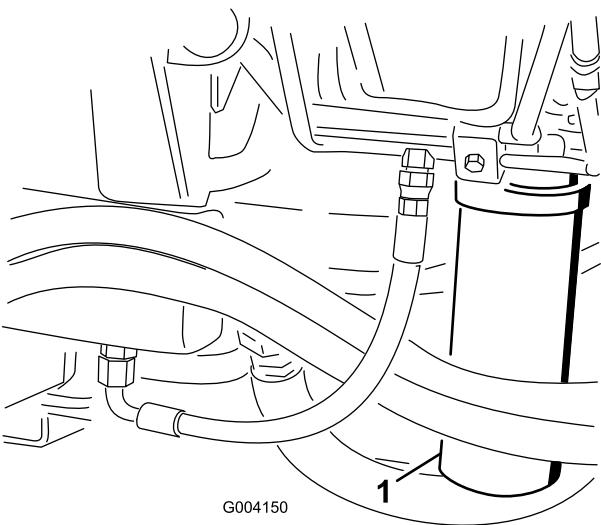

図 80
2. フィルタ取り付け部付近をきれいに拭い、下に容器を置く（図 79と図 80）。